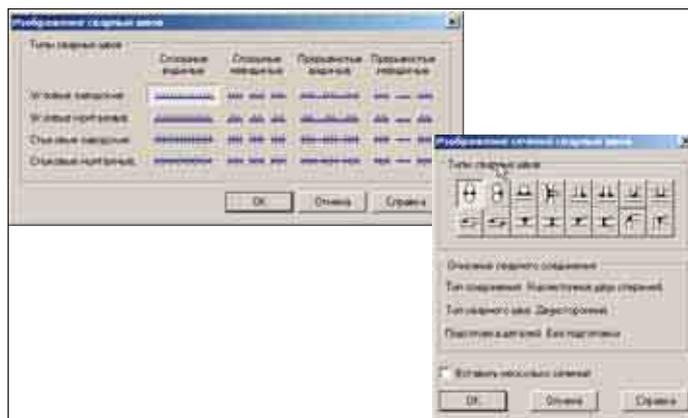

Рис. 23
- **Изображение сварных швов** – отрисовка сварных швов в соответствии с принятым масштабом в плане и в сечении (рис. 23);